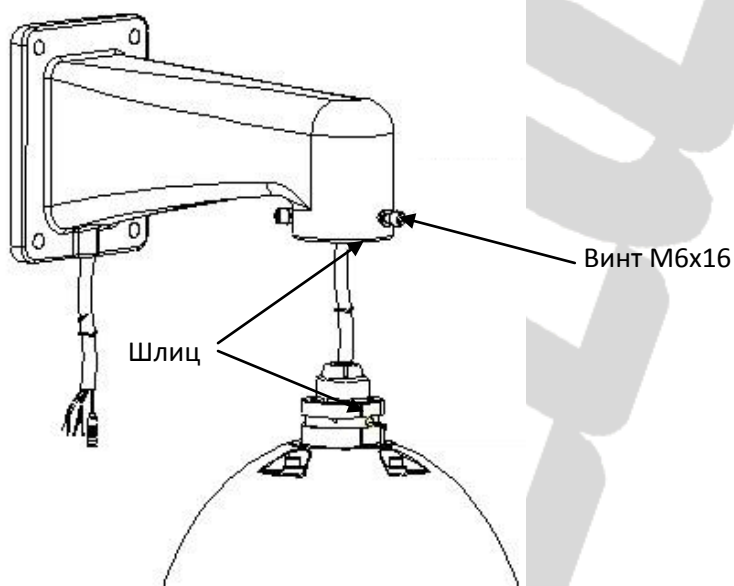
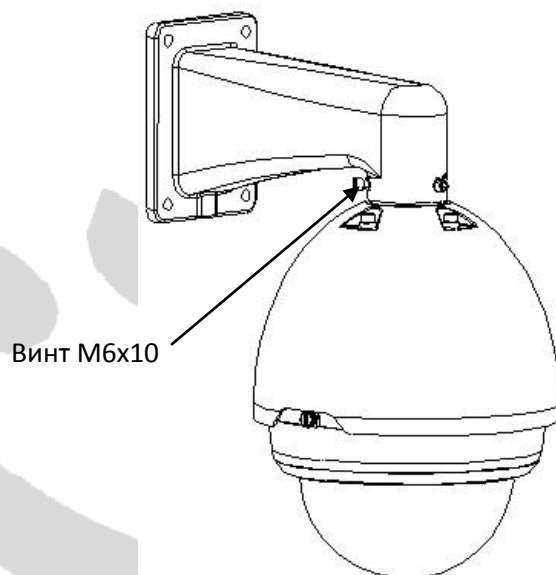

Рисунок 1.3.
Рисунок 1.4. Камера в сборе.
1. Пропустите кабель через кронштейн, подсоедините камеру. Далее, поверните корпус камеры таким образом, чтобы совместить шлиц в верхней части камеры со шлицом в кронштейне и вставьте корпус камеры в кронштейн, рисунок 1.3.
2. Хорошо затяните винт M6x16, рисунок 1.3; после этого затяните два оставшихся винта M6x10, рисунок 1.4. **Убедитесь, что все три винта надежно затянуты!**